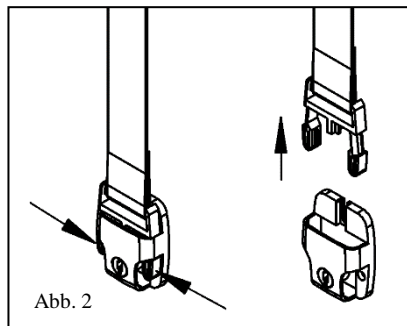

Abb. 2
3. Entfernen Sie den Riemen, indem Sie die beiden Widerhaken am Verschluss zusammendrücken (siehe Abb. 2).